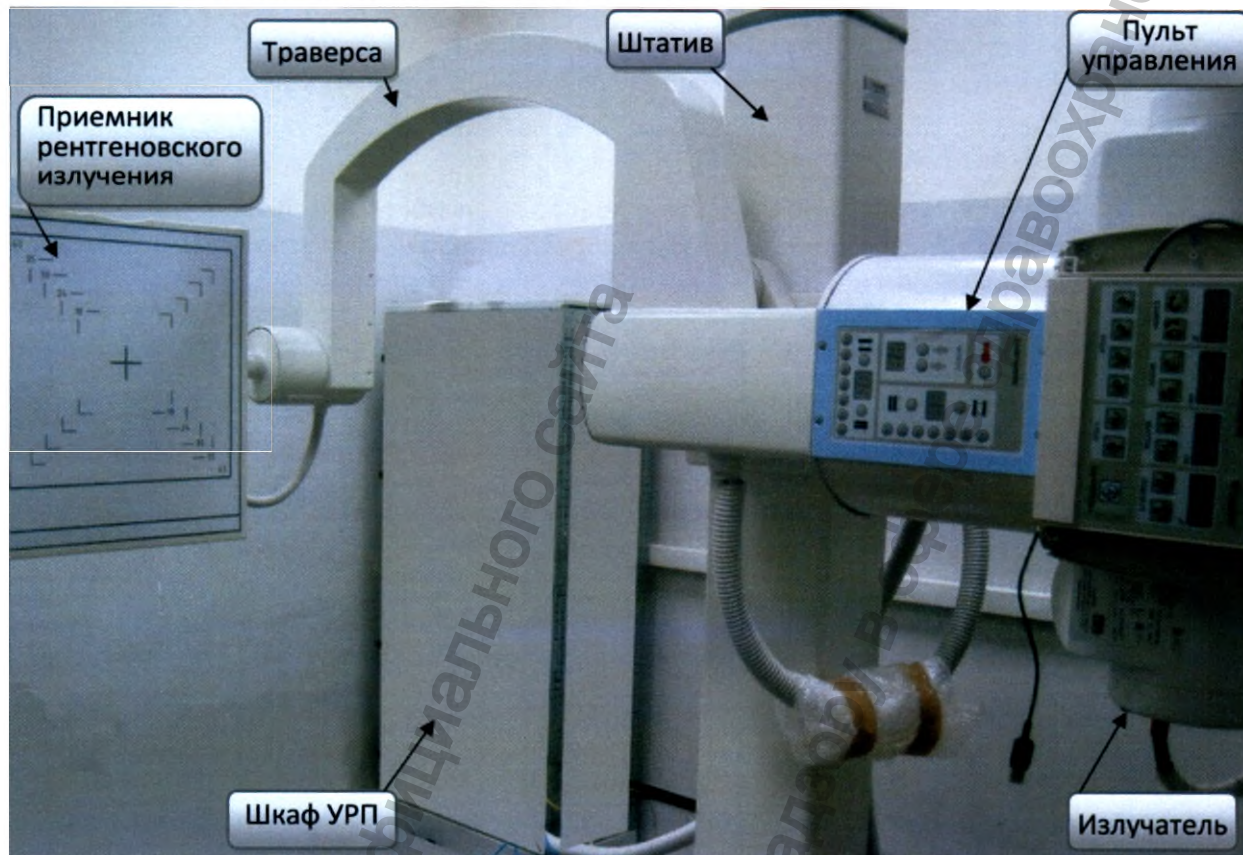

Рисунок 3 - Общий вид аппарата АРЦ-РП (ПроГраф)
Общий вид аппарата (без АРМ1 и АРМ2, которые размещаются в комнате управления вне рентгенозащитного кабинета) показан на рис. 3.
4.2 Устройство рентгеновское питающее высокочастотное (УРП) представляет собой совокупность блоков, необходимых для питания: анодной цепи рентгеновской трубки; цепи накала катода рентгеновской трубки; статора узла вращения анода рентгеновской трубки; регулирования электрических параметров аппарата, защиты и управления. В/в бак, блок управления, разрядное устройство и накопитель расположены в специальном шкафу УРП, который устанавливается рядом со штативом (рис.3).
Световой центратор, встроенный в **коллиматор**, позволяет видеть, куда будет попадать рентгеновское излучение. В процессе настройки аппарата на заводе-изготовителе добиваются максимально возможного совпадения светового и рентгеновского полей излучения. Для того чтобы рентгеновское излучение попадало только на исследуемый орган, оно может быть ограничено с помощью глубинной диафрагмы коллиматора в диапазоне до 430*430 мм, вертикальные и горизонтальные шторки которой могут перемещаться нажатием на соответствующие кнопки пульта управления (рис.3). Фильтрация коллиматора – 0,2-1,2 мм Al. Кроме того, управление шторками диафрагмы может осуществляться с АРМ1 из диалогового окна «Диафрагма» (рис.4).